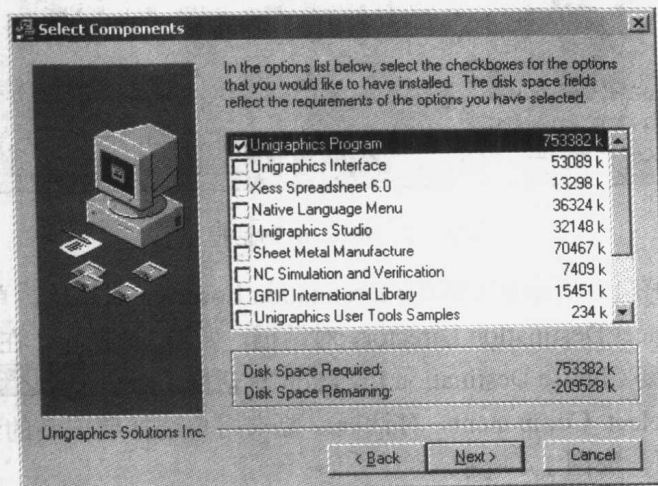

图 1.4 Select Components 对话框
- (3) 接着出现 Select Components 对话框,要求用户选择要安装的组件,选定后单击  按钮,如图 1.4 所示。